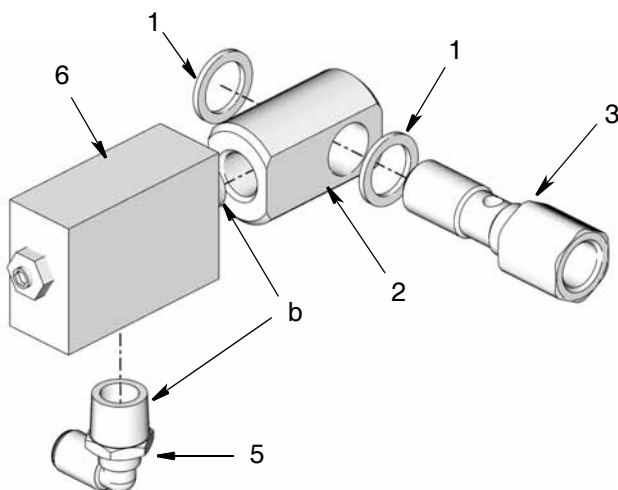
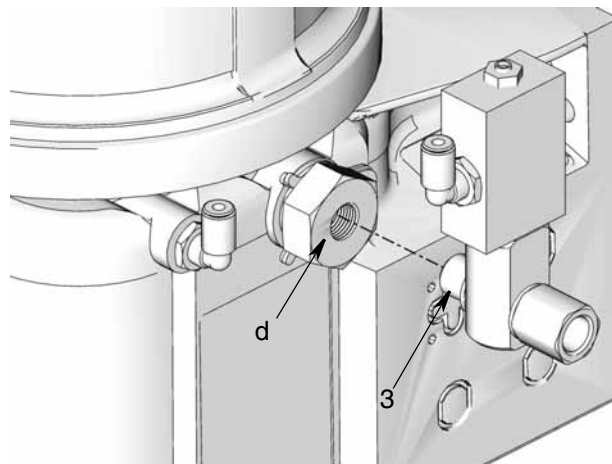

ABB. 4
ABB. 5
7. Tragen Sie Gewindeschmiermittel (vom Benutzer bereitzustellen) auf das Gewinde (b) des Druckentlastungsventils (6) auf (ABB. 4).
8. Installieren Sie das Druckentlastungsventil (6) im Ringstutzen (2). Mit dem Schraubenschlüssel anziehen (ABB. 4).
9. Setzen Sie eine Scheibe (1) auf das Ende der Hohlschraube (3). Installieren Sie dann den Ringstutzen (2) auf der Hohlschraube (3). Setzen Sie die zweite Scheibe (1) auf das Ende der Hohlschraube. (ABB. 4).
10. Tragen Sie Gewindeschmiermittel (vom Benutzer bereitzustellen) auf das Gewinde (b) des zweiten 90°-Rohrwinkelstücks (5) auf. Installieren Sie das Winkelstück im Druckentlastungsventil. Mit dem Schraubenschlüssel anziehen.
11. Installieren Sie die Hohlschraube (3) im Pumpenelement (ABB. 5).